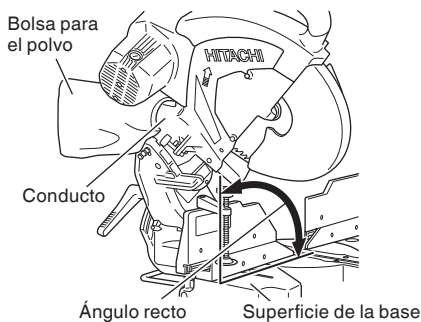

Fig. 49
- (1) Cuando la bolsa para el polvo esté llena de polvo, dicho polvo saldrá soplado de la bolsa para el polvo cuando gire la hoja de sierra. Compruebe periódicamente y vacíe la bolsa para el polvo antes de que se llene.
- (2) Durante el corte en bisel y compuesto, fije la bolsa para el polvo en ángulo recto con relación a la superficie de la base como se muestra en la Fig. 49.